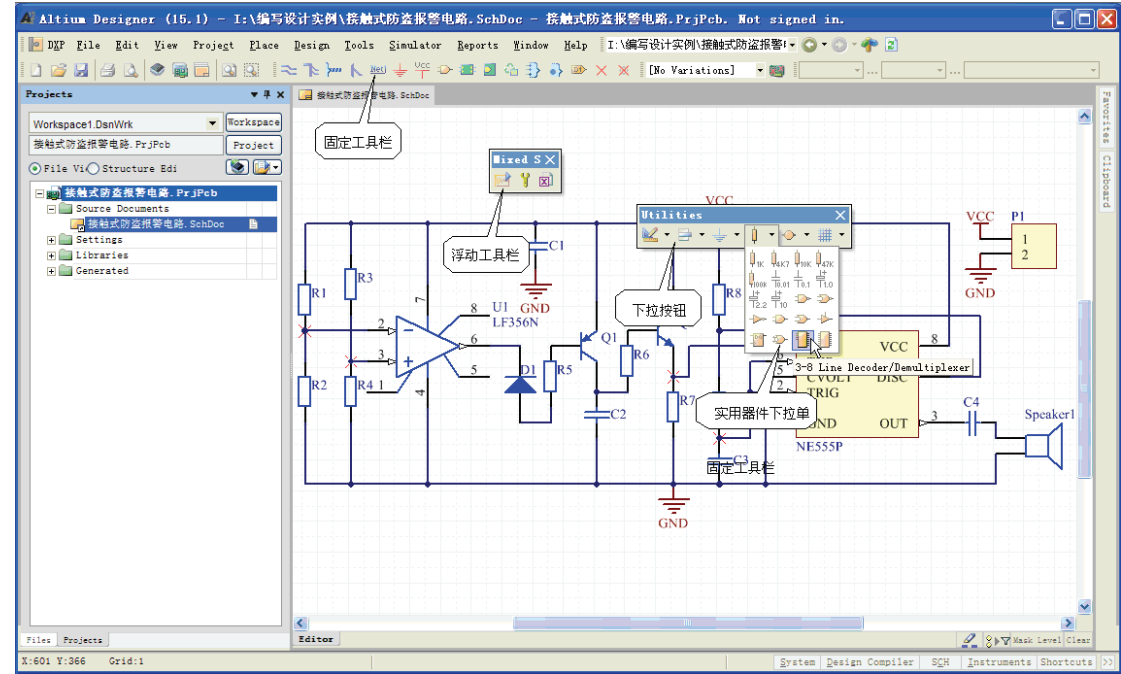

图 5-3 工具栏放置状态
(1) 工具栏在原理图编辑器中可以有两种状态：固定状态和浮动状态，如图 5-3 所示。光标在工具栏中，且未选中任何工具时，按下鼠标左键不放，光标变为 ，工具栏即可被拖走。将工具栏拖到编辑窗口的四周都可以使其处于固定状态。